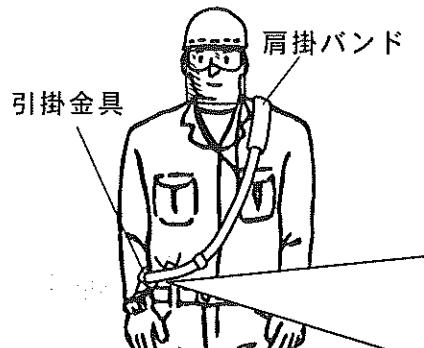

図.1
(2) 肩掛けバンドの使い方
① 肩掛けバンドの装着・使い方
- ① 肩掛けバンドは消耗品です。切れ、ほつれ、損傷等がないことを確認し、図.1 のように装着してください。